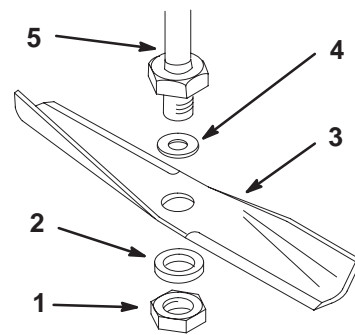

Bild 25
Hinweis: Vergewissern Sie sich, dass sich das Messer und die Schrauben an den Stellen befinden, wie in Bild 25 angegeben.
3. Entfernen Sie die Mutter, Flachscheibe, das Messer und die Scheibe (dick) (Bild 25). Sie können einen Holzklotz zwischen das Schnittmesser und das Mähwerk keilen, um das Schnittmesser beim Entfernen der Schraube zu blockieren.
1. Bringen Sie die Scheibe, das Schnittmesser, die flache Scheibe und die Messermutter an (Bild 25).